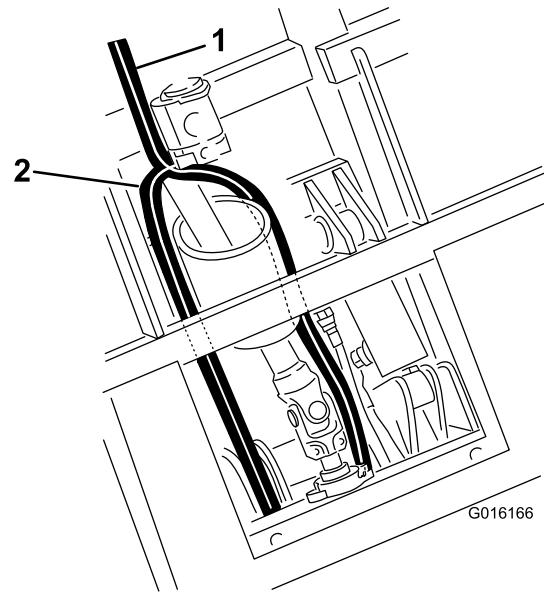

Bild 107
- Verlegen Sie den Behälterschlauch unter dem Hubzylinder und zwischen die Befestigungshalterungen des Zylinders zum Ventil (Bild 107).
- Verlegen Sie den Druckschlauch entlang der Zapfwelle zum Ventil (Bild 107).